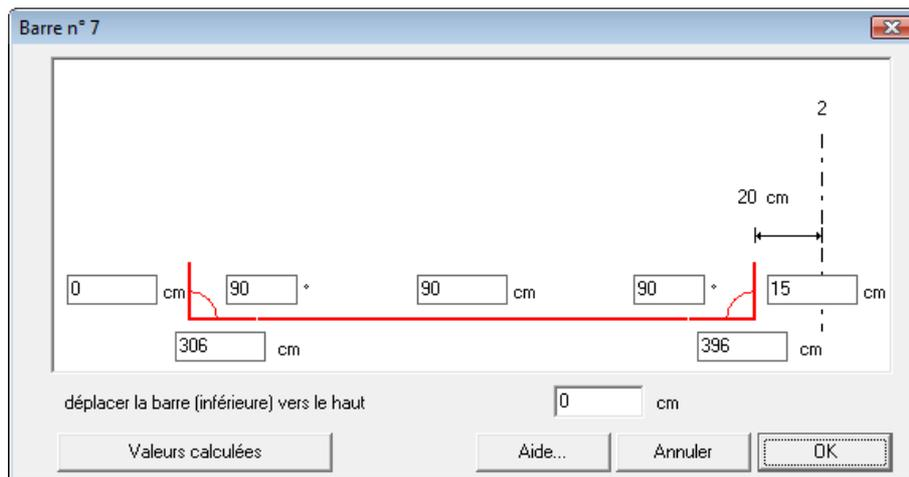

fig. 52: Un crochet pour la barre
Spécifiez pour la barre (7) un crochet vertical de 15 cm (fig. 52) et confirmez votre choix en cliquant sur le bouton "OK". Procédez ensuite de la sorte pour la barre (8). Le plan de ferrailage obtenu est illustré à la prochaine figure: